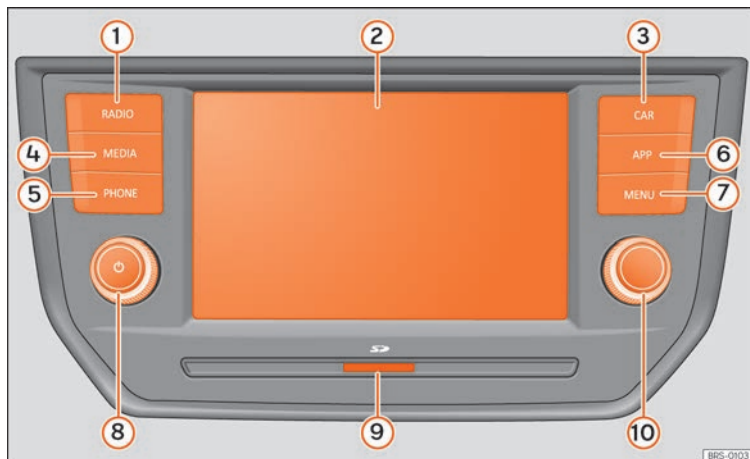
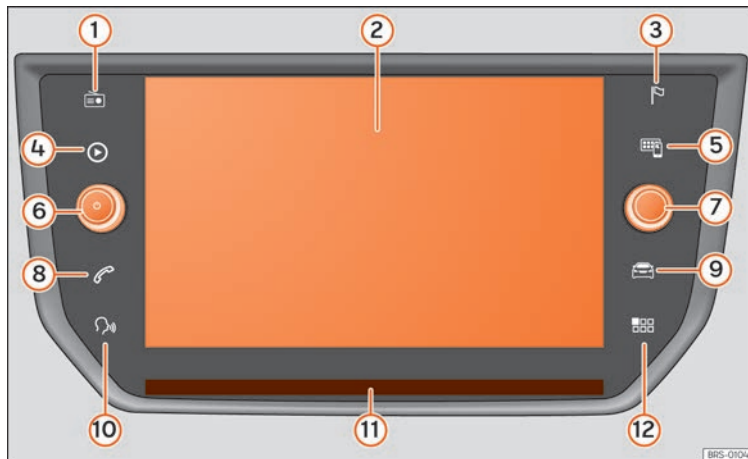

Fig. 172 Vue d'ensemble des éléments de commande (cette configuration dépend de la version).
Fig.173 Vue d'ensemble des éléments de commande (cette configuration dépend de la version).
Appuyez sur la touche **MENU** » » fig. 172 ⑦ ou » » fig. 173 ⑫ du système d'infodivertissement pour ouvrir le synopsis des menus.
Appuyez brièvement sur le bouton-poussoir rotatif  » » fig. 172 ⑧, » » fig. 173 ⑥ pour allumer et éteindre manuellement le système d'infodivertissement.
Les entrées des listes peuvent être activées en appuyant directement sur l'écran ou sur le bouton de réglage » **fig. 172** (10), » **fig. 173** (7).